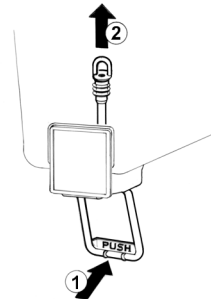

**Bild 1**
**2** Leeren Behälter lösen durch Anheben an der Rückseite (gegenüber der Ausgabe) und nach oben abheben (Bild 1).